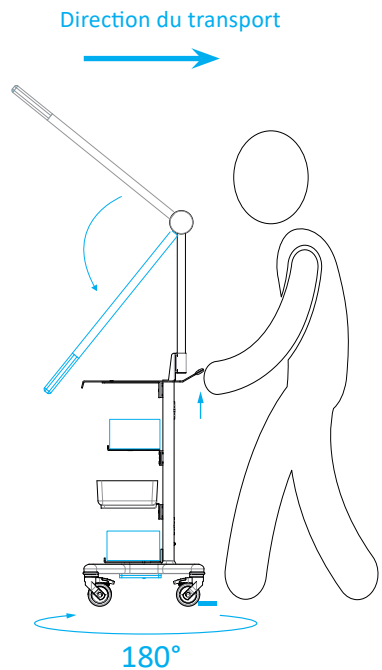

FIGURE 02
- Afin d'éviter que le chariot ne se renverse, lorsque le chariot passe au-dessus d'obstacles (par exemple des câbles électriques ou des câbles d'alimentation, etc. (par exemple, des câbles électriques ou des seuils de porte), il est nécessaire de tenir la poignée du chariot, de la tourner de 180° et de tirer le chariot comme indiqué sur l'illustration. et tirer le chariot comme illustré dans les instructions de transport figure 02 à la page 06. En cas de présence du bras articulé, le fermer avant de déplacer le chariot.